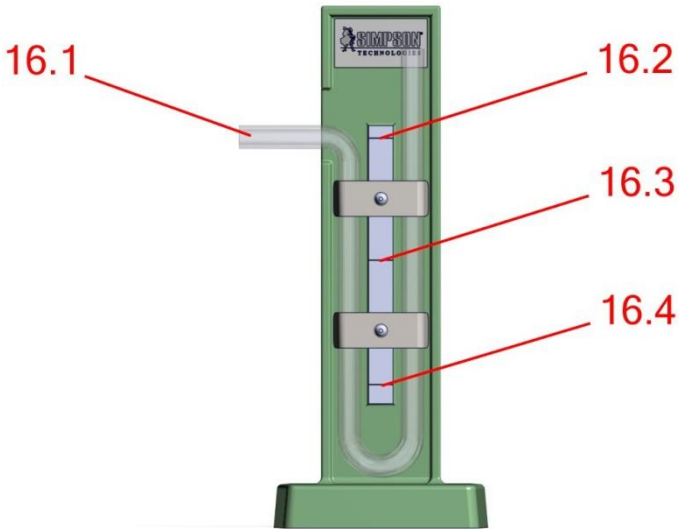

Figura 8: Manómetro "U"-Tube (16)
14. Lea la presión del manómetro U -Tube (Figura 8) . El nivel del menisco líquido debe estar en la marca de nivel inferior izquierda y en la marca superior nivel adecuado que se correlaciona con una presión de 100 mm de columna de agua (10g/cm²) . Si este es el caso, se ha completado la calibración de control de presión. En caso contrario, continúe con el siguiente paso.